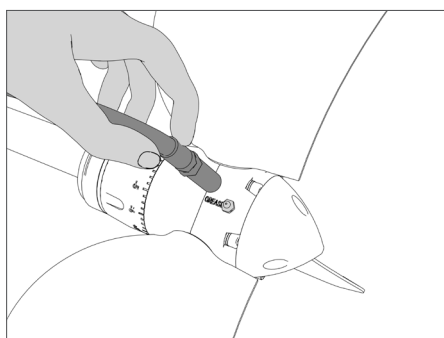

FIG. 44 | Innesto del tubo di ingrassaggio
- Innestare l'ugello del tubo di ingrassaggio sull'ingrassatore (Fig. 44).